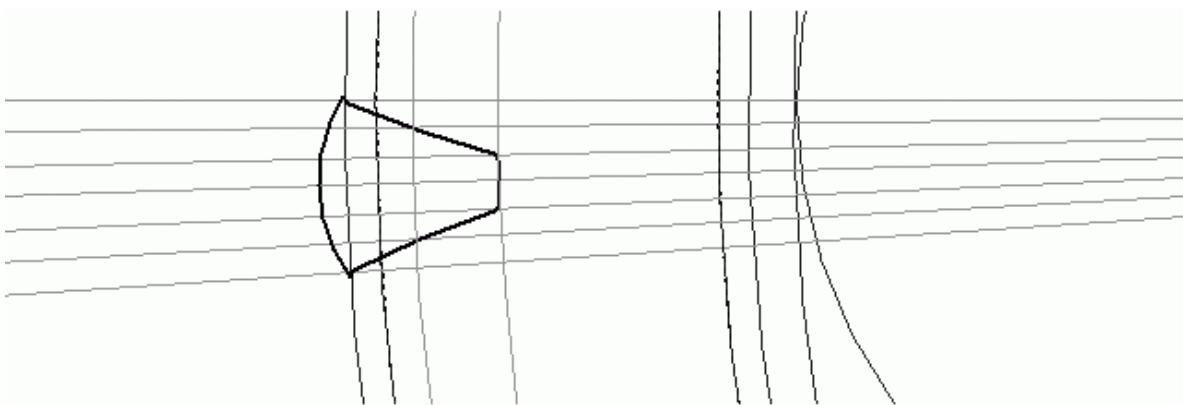

Рис. 3.58. Эскиз профиля выреза между зубьями
3. Привязываясь к сетке вспомогательных линий, постройте контур профиля выреза между зубьями (рис. 3.58). Вместо эвольвент создайте обычные дуги (команда Дуга по 3 точкам). Эти дуги обязательно должны проходить через точки зацепления, находящиеся на пересечении вспомогательной делительной окружности, а также первой и пятой вспомогательных прямых соответственно (учитывая только те прямые, которые откладывались под углом $\frac{?}{8}$ от горизонтали). При желании вы можете также создать скругления на головках и ножках вырезаемых зубьев. Завершите редактирование эскиза.